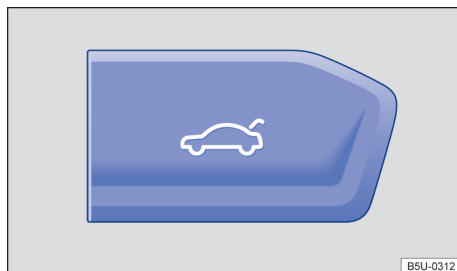

Fig. 51 Na parte superior do console central: tecla de abertura da tampa traseira.
- OU: Para veículos sem a chave com comando remoto, com travamento elétrico e com a tecla de abertura da tampa traseira, pressionar a tecla → Fig. 51, com a ignição desligada. A tampa traseira se destrava.